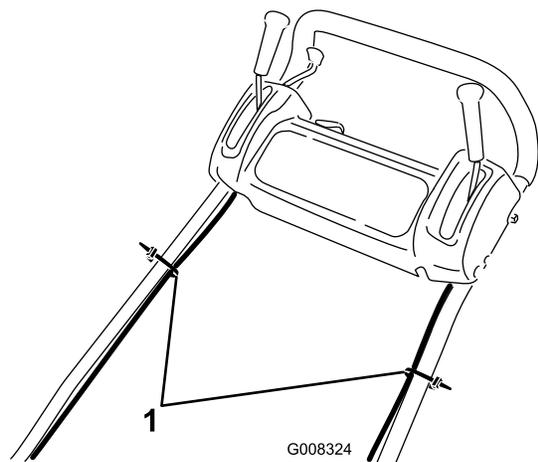

Figura 4
9. Prenda os cabos ao manípulo com as cintas de cabo (Figura 4).